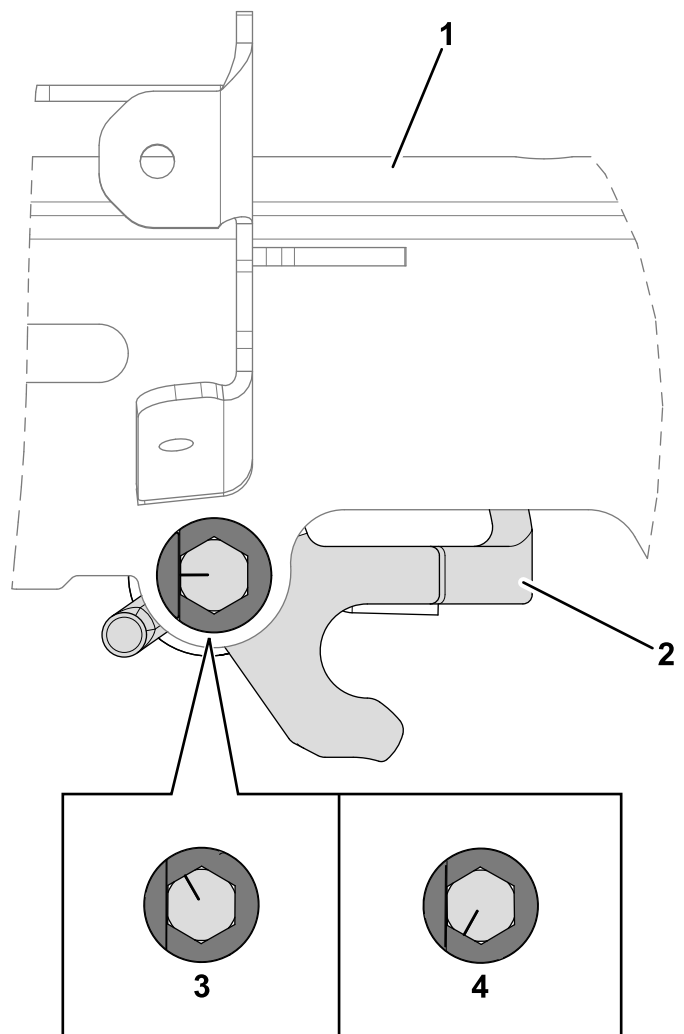

Figura 11
2. Gire el perno en sentido horario o antihorario para ajustar el ángulo del regulador de la altura del manillar hacia dentro o hacia fuera. El regulador de la altura del manillar debe estar paralelo a la estructura soldada del receptor superior, tal y como se muestra en la Figura 11